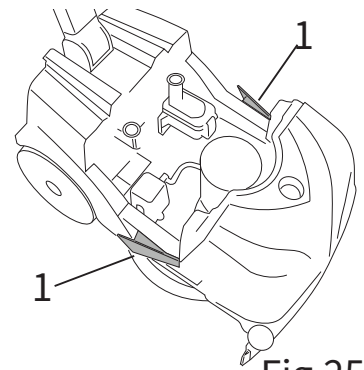

Fig.25
- 2つの側面タンク固定キャッチ (図25、参照1) を押し入れ、汚水タンクをフレームから外します。